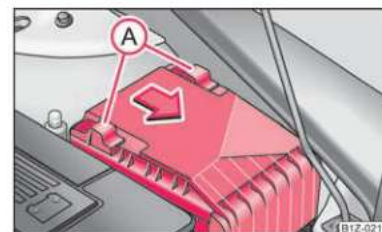

Abb. 177 Sicherungsdeckel im Motorraum
- Verschieben Sie die Sicherungsbügel (A) ⇒ Abb. 177 bis zum Anschlag, hinter dem Sicherungsbügel erscheint das Symbol  und nehmen Sie den Deckel ab.